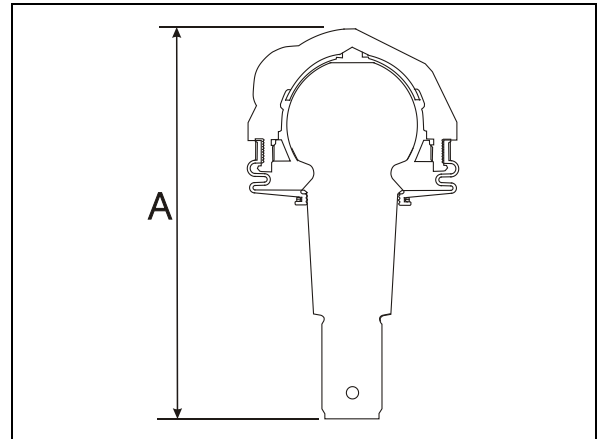

FIGURE 17: JOINT À ROTULE DE BRAS TRIANGULAIRE SUPÉRIEUR
2. Utiliser un pied à coulisse pour mesurer la dimension A sur Figure 17.